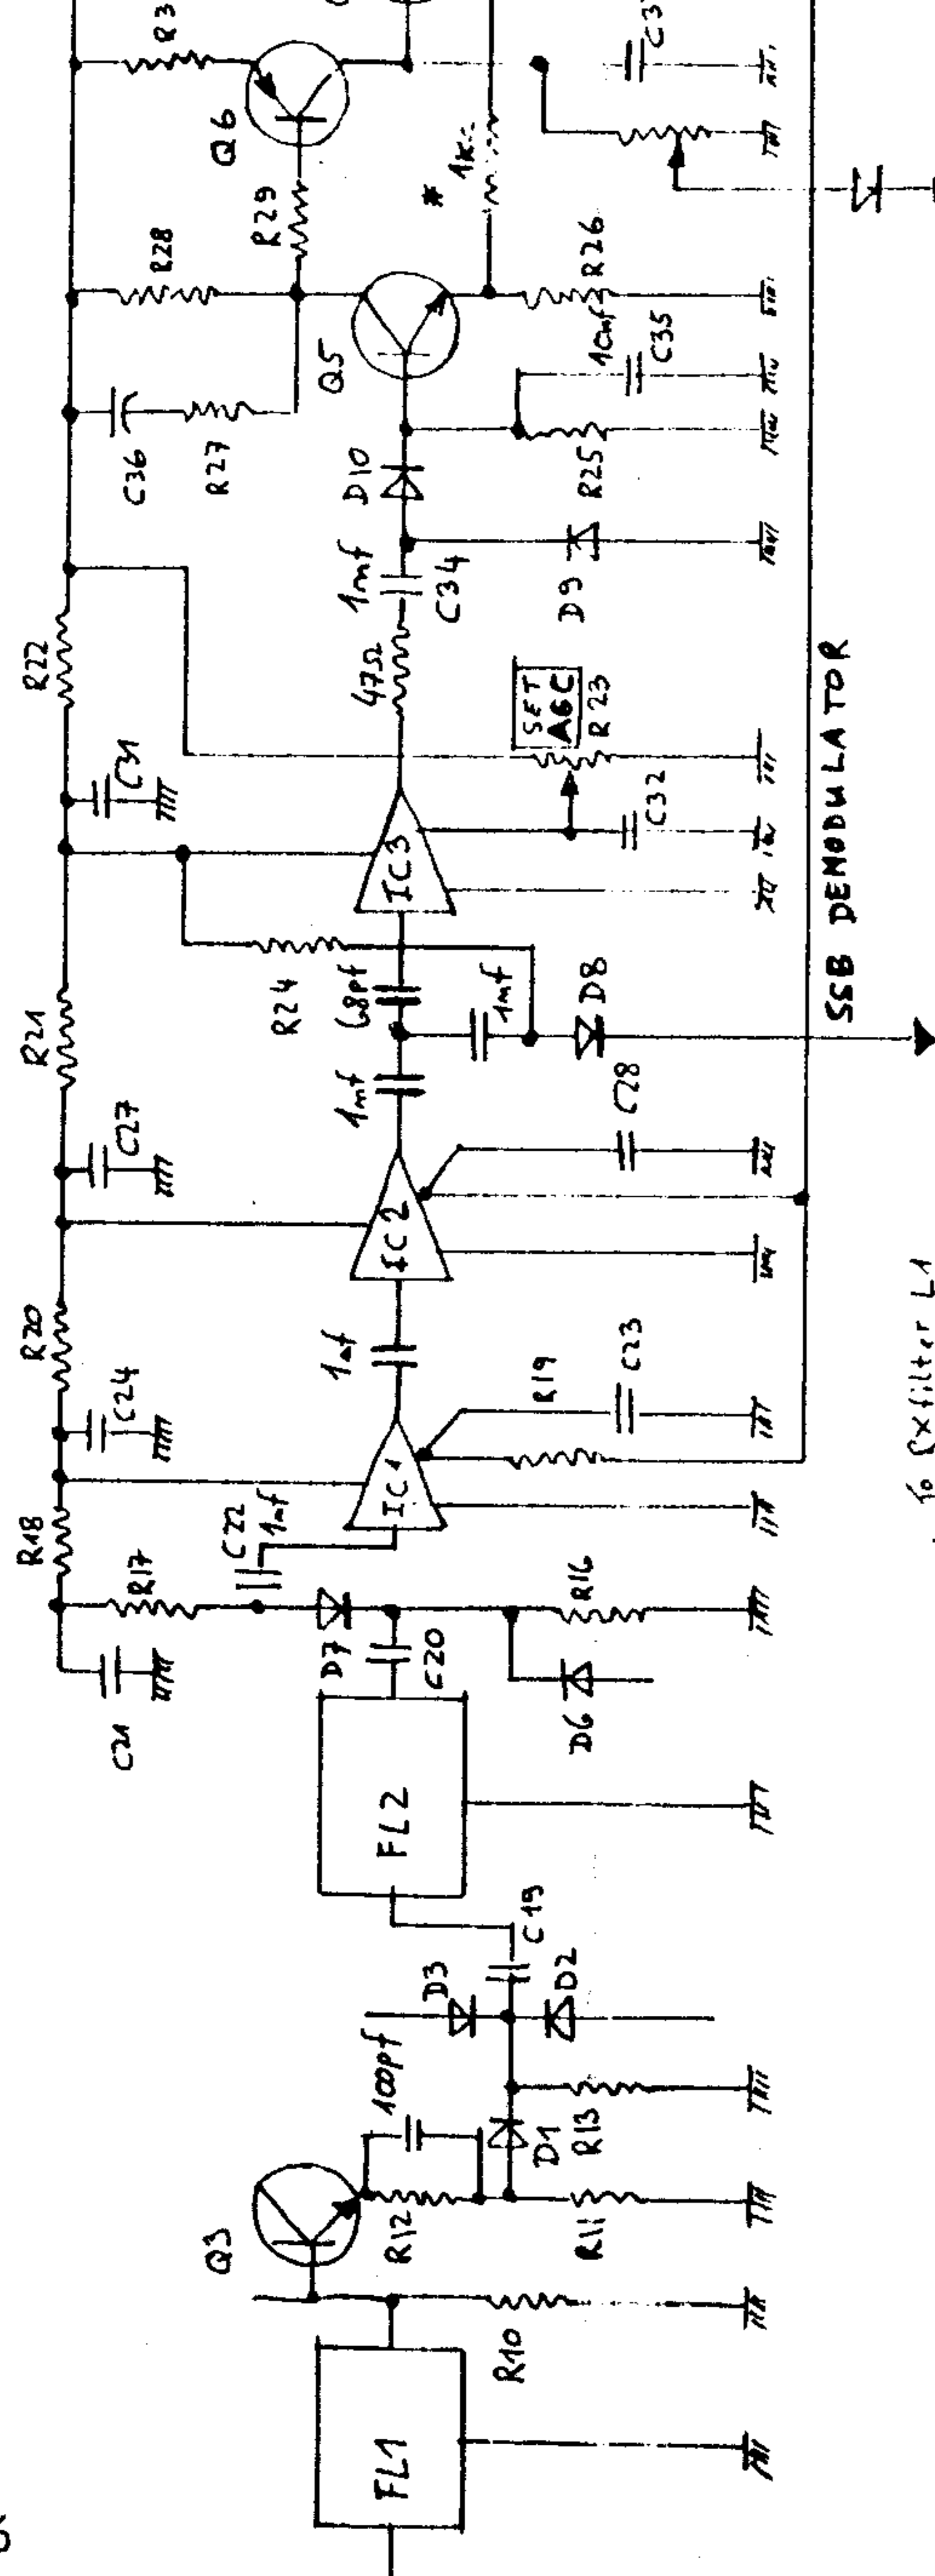

Fig. 1
Two major facts came up to light. The interstage coupling (L11 and L12) causes a severe mismatch, causing the noise figure to deteriorate. Plessey recommends using only two stages of amplification as the noise generated in the 1st stage is sufficient to overload the 3rd stage (96-114 db of gain using 3 IF stages). So following modifications are necessary. The removal of the tuned circuits L11 and L12, and replacing them with 1nF coupling capacitors. Connect the SSB demodulator to the output of the 2nd IF stage (IC 2). Changing the input and output circuit of the 3rd IF stage (IC 3), which is now used as an AGC amplifier with pre-set gain. Minor changes to the AGC demodulator and DC amplifier to improve the dynamic range. The emitter circuit of Q3 (2SC383) between F11 and F12 modified to counteract the 3db signal loss across R11 and R12. Also the input coupling capacitor C22 to the 1st IF stage (IC 2) is changed to 1nF. Fig.1 shows the modified IF and AGC circuit.
Es liegt eine Fehlanpassung am Kreis L11/L12 vor., woraus ein schlechtes Signal Rauschverhalten entsteht. Plessey gibt an, daß nur 2 ICs maximal hintereinander geschaltet werden dürfen, sonst ist der 3. IC übersteuert durch das Grundrauschen des 1. IC (96-114db Durchgangsverstärkung bei 3 Stufen). Folgend die Verbesserungen: Es wird der Kreis L11/L12 entfernt und durch einen 1nF Koppelkondensator ersetzt. Der SSB Demodulator wird an den Ausgang vom 2. ZF Verstärker angeschlossen. Änderung der Eingangs- und Ausgangsbeschaltung vom 3. ZF Verstärker, der jetzt nur noch als AGC Verstärker arbeitet. Kleine Änderungen werden am AGC Demodulator und am DC Verstärker vorgenommen, um den Dynamikbereich zu verbessern. Der Emitterkreis von Q3 zwischen FL1 und FL2 wird geändert, um die 3db Signaldämpfung an R11 und R12 zu kompensieren. Es wird auch der Einkoppelkondensator Q22 in der 1. ZF Stufe auf 1nF geändert. Fig. 1 zeigt die geänderte Version.
- 2) Remove all plug-in connections from the main board. Now it is possible to lift the main board carefully until you can get to the printed side. Unsolder first Q1 (= 3SK48). Replace it by 3SK97 upwards. Solder a 1 nF miniature ceramic capacitor and a 100 Ohm resistor between the source lead and ground. (s. fig. 1). Solder the 6.8 V Zenerdiode and replace R1 and R2 by two 10 kOhm resistors as shown in Fig. 2. Now the R.F. prestage is completed.
2) Entferne alle Steckanschlüsse von der Hauptplatine. Jetzt ist es möglich, die Platine anzuheben um an die Lötseite heranzukommen. Löte Q1 (3SK48) heraus und ersetze ihn durch 3SK97 mit leicht hochgebogenem Source-Anschluß. Löte einen Miniaturkeramikkondensator von 1 nF und einen Widerstand von 100 Ohm zwischen Source und Masse (s. Fig. 1). Löte die 6,8 V-Zenerdiode ein und ersetze R1 und R2 durch je 10 kOhm.